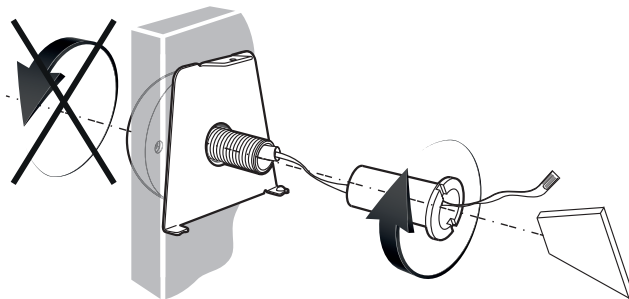

Рис.5. Установка кронштейна
4.6. Внимание! При закручивании втулки на шпильку вращать можно только втулку. Во избежание перекручивания шлейфа и выхода из строя устройства камеру вокруг своей оси, а следовательно и шпильку, вращать нельзя. (рис.5)